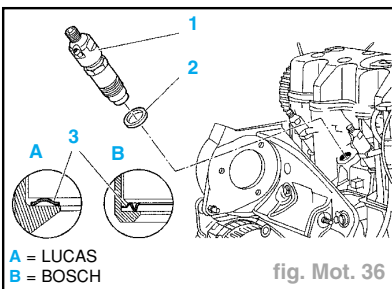

fig. Mot. 36
- Déposer (fig. Mot. 36) :
- les porte-injecteurs (1) en utilisant la douille [1] 5710-T,
- les rondelles d'étanchéité (2).